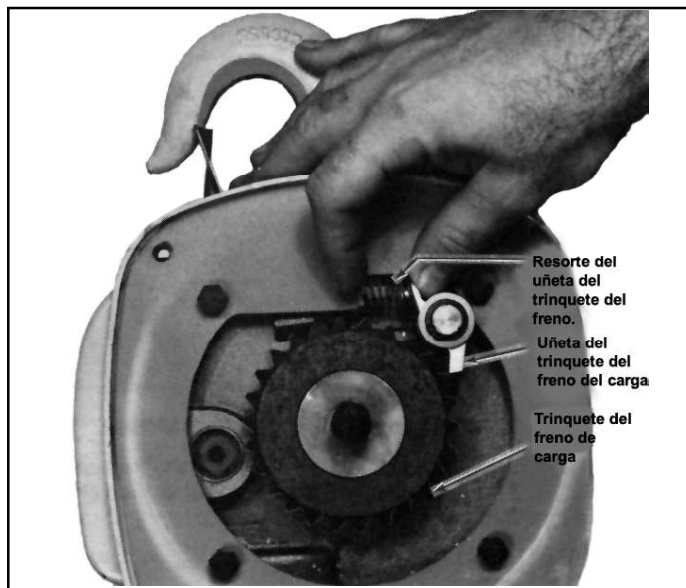

Figura 7-5. Instalación del trinquete del freno de carga
a. Jale dos rondanas de fricción y el trinquete del freno del eje de la pestaña de freno mientras mantiene abierto la uñeta del trinquete del freno. Ver Figura 7-5 .
b. Después de que la pestaña del freno de carga esté en su lugar, el orden del ensamble es: rondana de fricción, luego trinquete, luego segunda rondana de fricción. Sólo en los modelos de 1/4 y 1/2 tonelada, las rondanas de fricción tienen diferentes diámetros. La rondana de fricción con mayor diámetro va primero, seguida por el trinquete y luego la rondana de fricción con menos diámetro. En los otros modelos, va primero la rondana de fricción de tejido de color claro, seguida por el trinquete y luego por la rondana de fricción moldeada de color oscuro. Luego se instala la uñeta del trinquete de freno y el resorte. El resorte de la uñeta de freno tiene un extremo cerrado. En los modelos de polipasto de 1/4 y 1/2 tonelada, el extremo abierto debe instalarse a la uñeta del trinquete. En otros modelos, el extremo cerrado debe instalarse a la uñeta. El extremo abierto del resorte en modelos de 2 toneladas de 1 y dos cadenas de carga va contra el ensamble del adaptador. Ver Figura 7-5 .